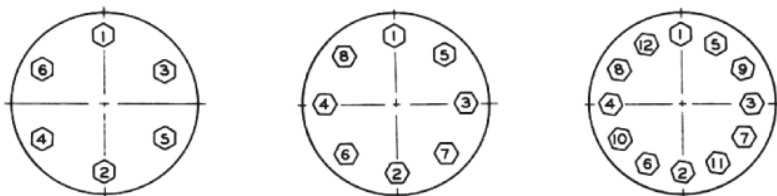

Figura 10
Per le coppie di serraggio dei bulloni e le corrette sequenze di serraggio, vedere Figura 10. Inoltre, l'otturatore deve essere colpito manualmente, eventualmente serrando i dadi prigionieri corpo (11) attorno sia al cappello che alla flangia inferiore, per garantire un allineamento corretto ed impedire l'incollamento tra le guide dell'otturatore e le boccole.
- F. Inserire l'anello baderna (17) il relativo distanziale (18).
- G. Montare il premistoppa (19) e la flangia del premistoppa (3).
- H. Installare i dadi della flangia del premistoppa (2).